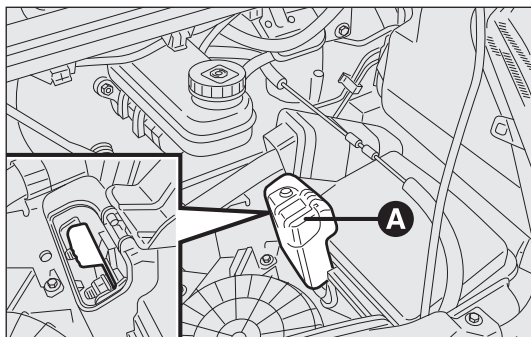

fig. 163
- sollevare lo sportellino A per rendere reperibile il collegamento al polo positivo della batteria fig. 163.